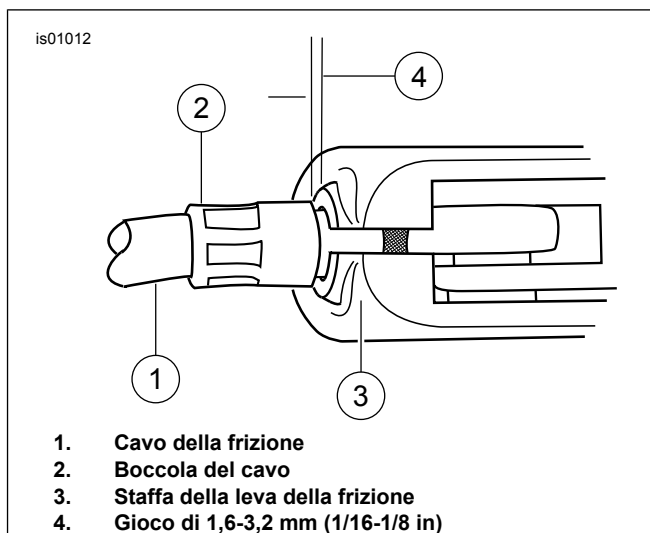

Figura 4. Leva della frizione
- b. Vedere Figura 4. Allontanare la boccola del cavo della frizione (2) dalla staffa della leva della frizione (3) per controllare il gioco libero. Girare il registro del cavo quanto basta ad ottenere un gioco libero di 1,6-3,2 mm (1/16-1/8 in) tra l'estremo della boccola del cavo e la staffa della leva della frizione.